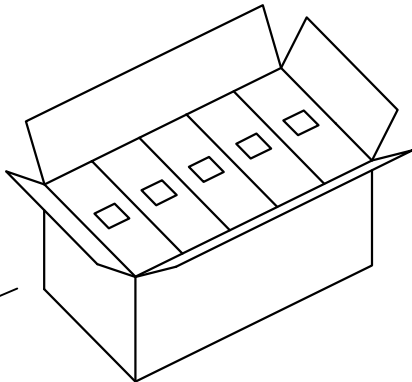

图4 外箱
- 3: 如图4，每外箱装10内盒，数量为10X(4X1000pcs)。